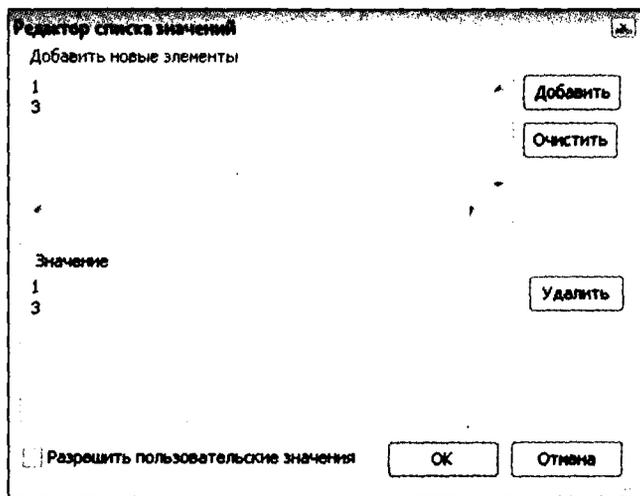

Рис. 15.24. Создание списка возможных значений параметра
10. Нажмите кнопку **Добавить**, чтобы поместить эти значения в список, как показано на рис. 15.24.